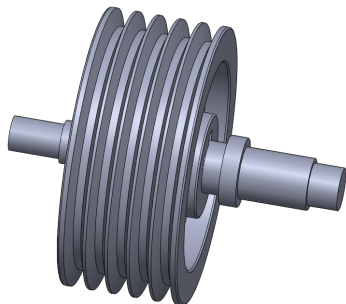

图 10-15 添加同心配合方式
(6) 单击两次【确定】按钮, 即可添加同心配合方式，隐藏临时轴，效果如图 10-15 所示。